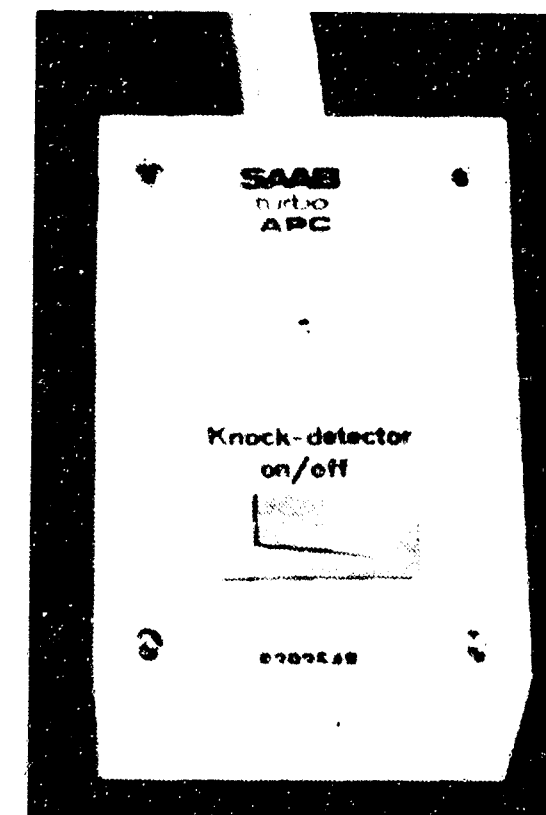

Bild 17 Zum Prüfen der APC-Funktionen ist dieses spezielle Gerät erforderlich, mit dem der Kloppsensoren zu- und abgeschaltet werden kann.
f) Zur **Kontrolle und Einstellung** des maximalen Ladedruckes, des Grundladedruckes ($0,40 \pm 0,05\text{bar}$) und des Ansprechens des Kloppsensors gibt es ein spezielles Prüfgerät, das sich zwischen das elektronische Steuergerät und dessen Anschlussstecker einschalten lässt (Bild 17).